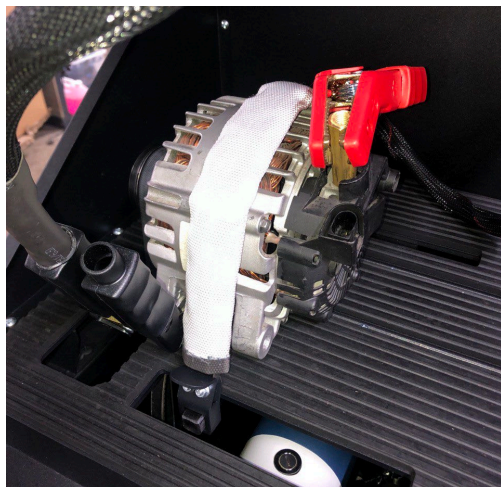

Рисунок 16. Подключение силовых проводов к генератору
7. Подключите черный силовой провод «В-» на корпус агрегата, а красный силовой провод «В+» к адаптеру см рис. 16.